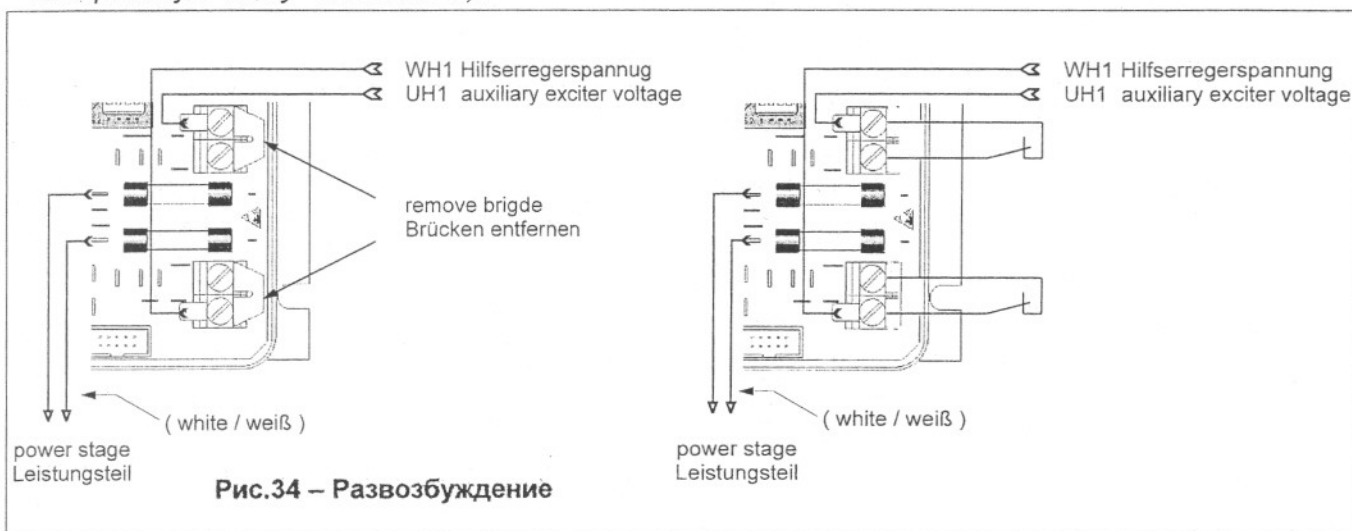

Рис.34 – Развозбуждение
Для развозбуждения необходимо снять мостиковые переключки на двойных зажимах UH1/UH11 и WH1/WH11. К двойным зажимам подсоединяются коммутационные контакты, которые при размыкании развозбуждают генератор (см. рис.34 – Схема развозбуждения). Эти контакты должны удовлетворять следующим требованиям:
**(Рис.34 – Развозбуждение)**